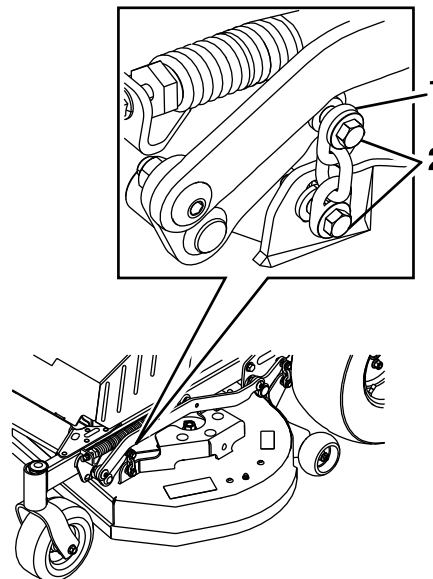

Figura 33
12. Afloje las fijaciones de la parte inferior de las cuatro cadenas de elevación para que la carcasa descansa firmemente sobre los bloques (Figura 33). Asegúrese de eliminar la holgura de las cadenas de elevación y vuelva a apretar las fijaciones.
14. Eleve la carcasa a la posición de transporte y vuelva a instalar el muelle de elevación asistida de la carcasa. Apriete el tornillo de ajuste hasta que haya un espacio de 6.0-6.4 cm (2³/₈"-2¹/₂") (Figura 33).